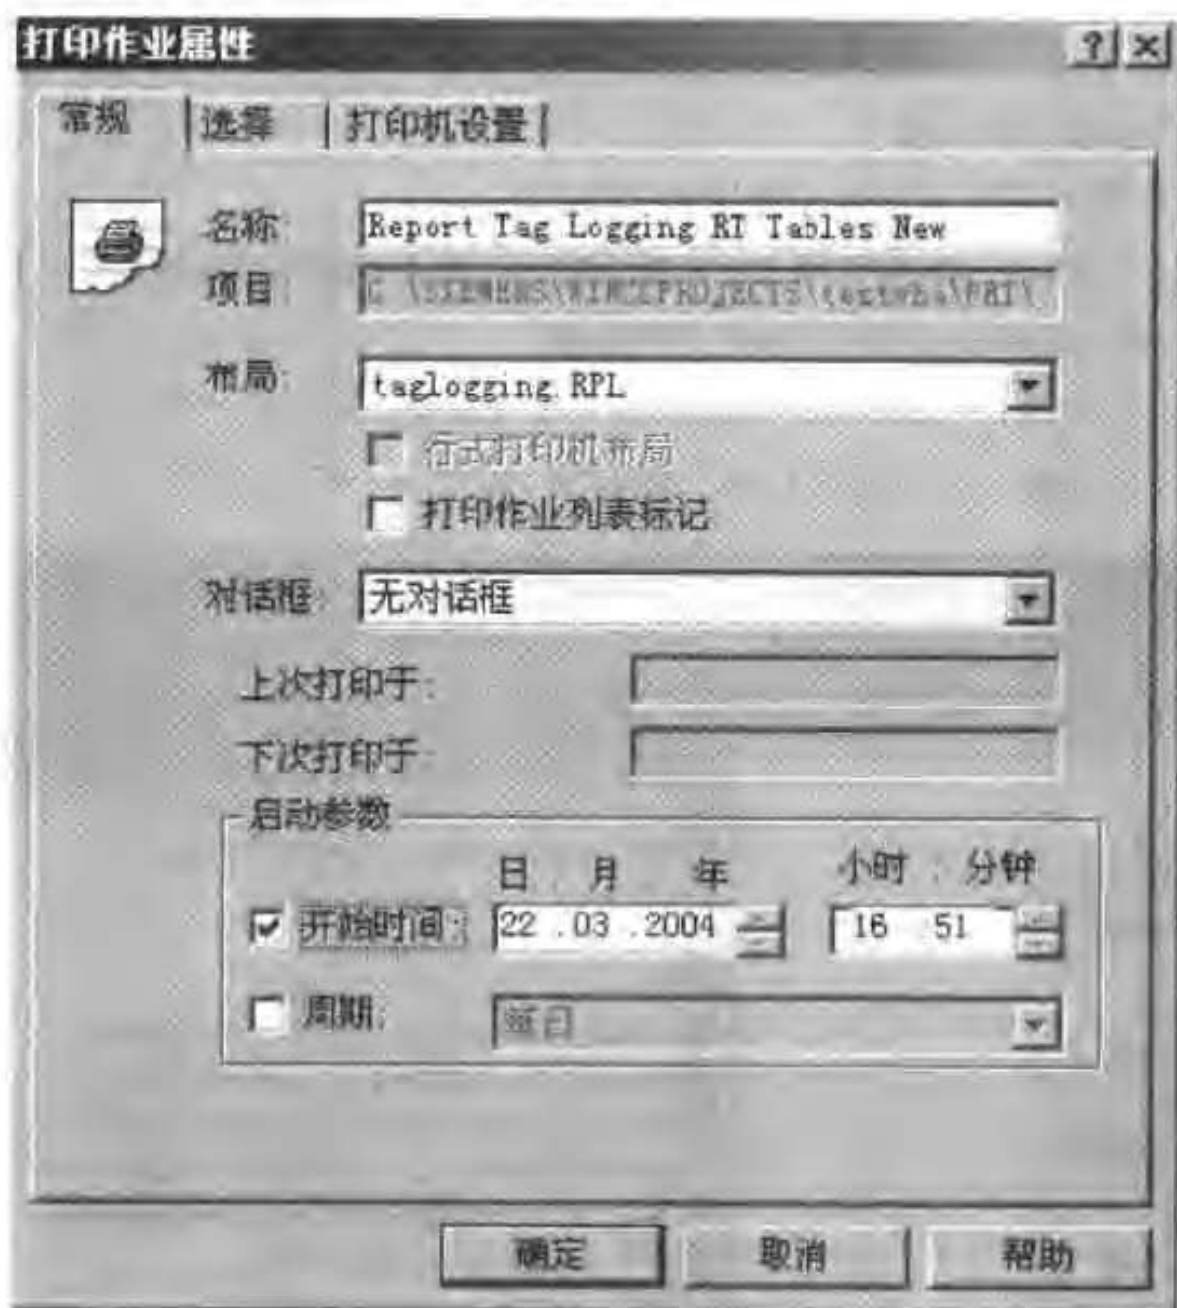

图 9-15 “打印作业属性”对话框
- 在快捷菜单中选择“属性”菜单项, 打开“打印作业属性”对话框, 如图 9-15 所示。